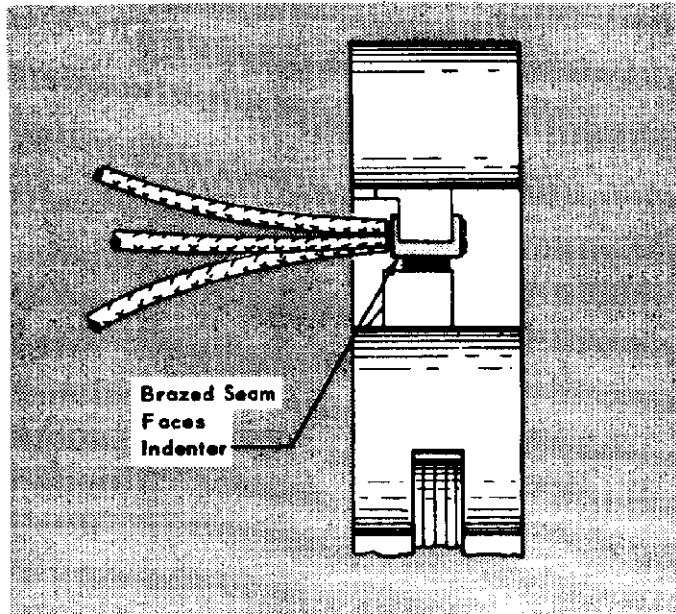

Fig. 8
- (d) Center Splice in Barrel Crimping Nest of Upper Die. See Figure 8.